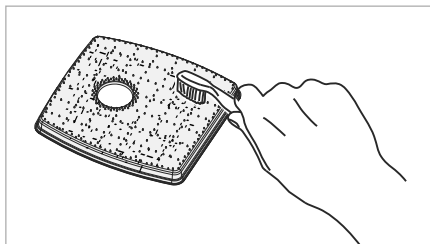

Fig. 13
- 6) Per svuotare il filtro EPA **9**, battervi leggermente tenendolo sopra un contenitore per rifiuti e spazzolarlo con cautela con una spazzola morbida (vedere fig. 13).